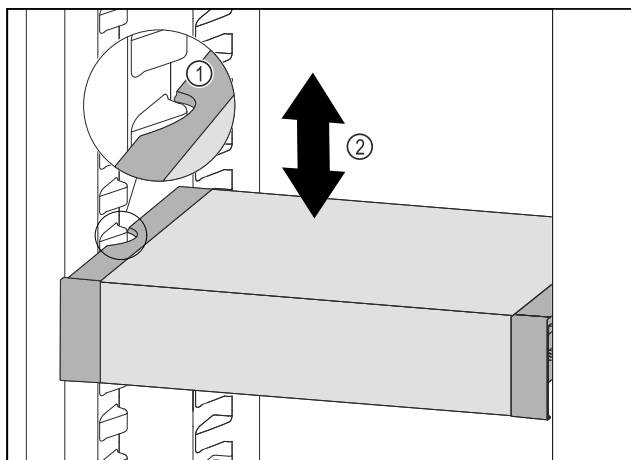

Fig. 243
- Потягнути VarioSafe вперед, поки бокові заглиблення VarioSafe не опиняться на рівні ребра для резервуара в охолоджувальному відділенні. Fig. 243 (1)
- Пересувайте VarioSafe вгору або вниз в охолоджувальному відділенні до тих пір, поки не досягнете бажаної висоти. Fig. 243 (2)